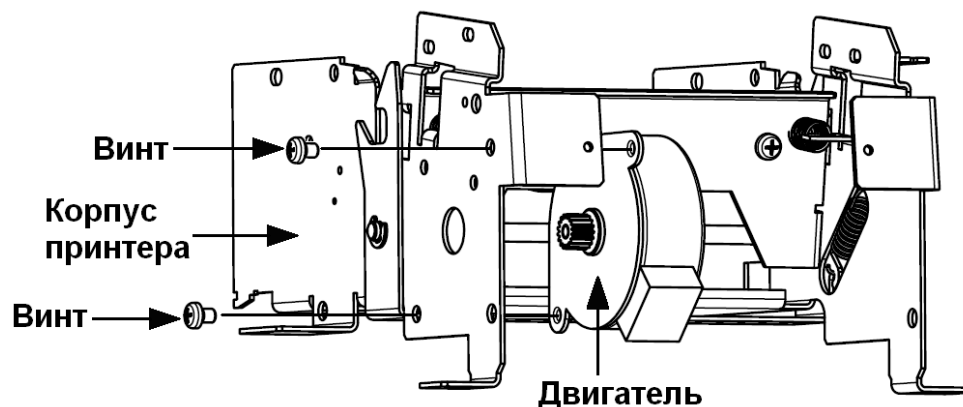

Рис.14 Снятие двигателя
2. Снимите двигатель, открутив два винта, крепящих двигатель к корпусу принтера (см. Рис. 14).